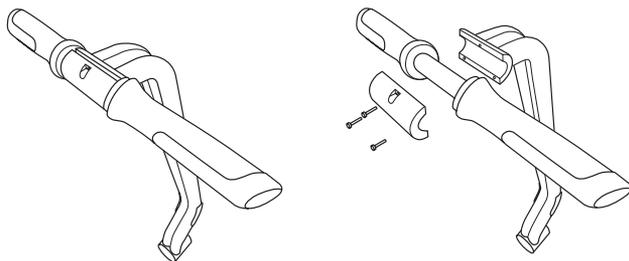

Figure 33. Retrait du guidon du cadre LeanSteer
3. Lorsque vous retirez ces vis et la bride de serrage du guidon, celui-ci se sépare du cadre LeanSteer (voir la **Figure 33**).